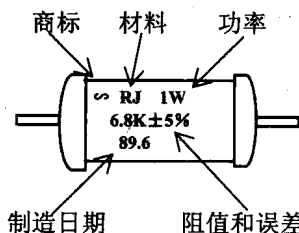

图 1-7 直标法表示的电阻器
①直标法: 直标法是用阿拉伯数字把单位符号和标称电阻值直接标示出来, 其允许的误差用百分数表示, 如图 1-7 所示。
从图 1-7 所示电阻器上的标志可知该电阻器阻值为 $6.8\text{K}\Omega$ (误差为 5%), 材料为金属膜, 功率为 1W, 制造日期为 1989 年 6 月。